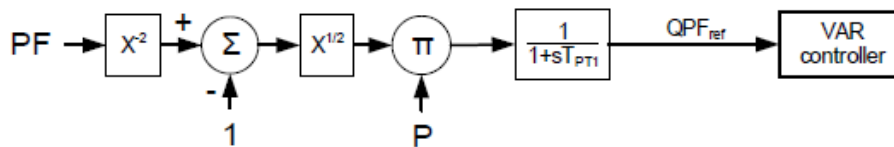

图34-22. Q (U) 控制
Q(PF) 根据功率因数生成参考无功功率。与 PF 控制器不同，PF 控制器直接控制功率因数。参看图34-22。